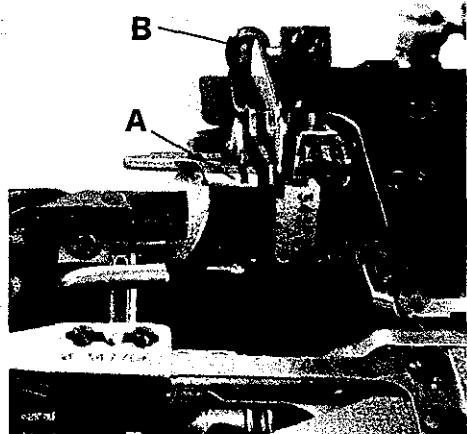

Fig.17
For cleaning in the area of the take-up remove the cloth plate. Flip-up cast-off plate (A, Fig. 17), as for threading and screw out stop screw (B) until the cast-off plate has fully swung up and rests on the bed casting.
Zur Reinigung im Bereich des Fadenaufnehmers muß die Stoffplatte entfernt werden. Schwenken Sie die Fadenaufnehmerplatte (A, Fig. 17), wie zum Einfädeln, nach oben und drehen Sie die Anschlagschraube (B) soweit heraus, daß die Fadenaufnehmerplatte ganz nach oben ausgeschwenkt am Gehäuseguß anliegt.